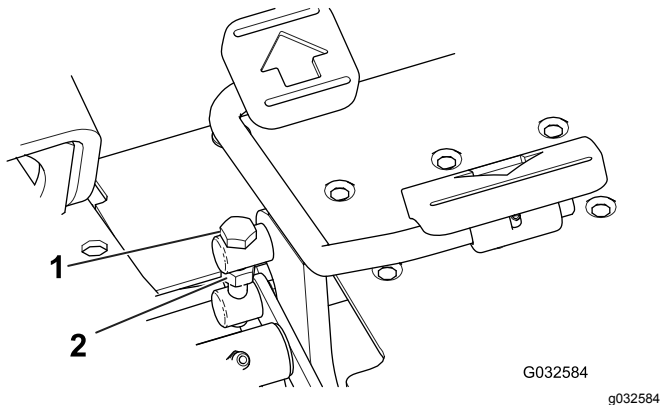

Figure 48
1. Desserrez l'écrou de blocage sur le boulon de tourillon sur le côté de la pédale de déplacement (Figure 48).